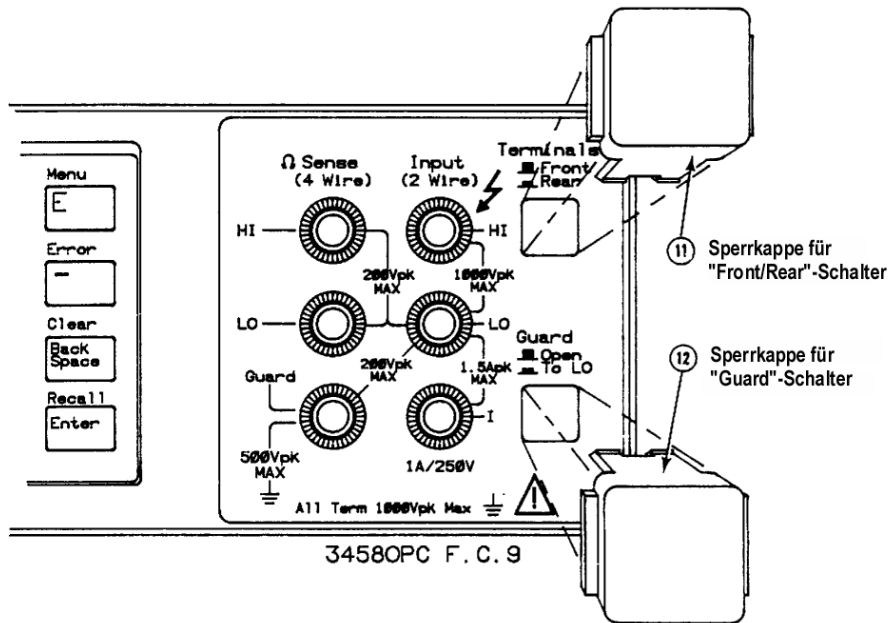

Abbildung C-9 Anbringen der Schalter-Abdeckkappen
- 1** Siehe **Abbildung C-9**. Drehen Sie das Gerät so, dass es mit seiner Vorderseite zu Ihnen zeigt.
- 3** Entnehmen Sie dem Zubehörsatz zum Sperren der "Front/Rear Terminal"- und "Guard"-Schalter die kleinen rechteckigen Abdeckkappen (siehe **Abbildung C-9**).